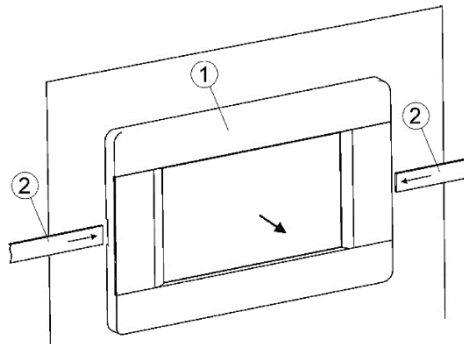

Abbildung 10: Abnehmen des Bedienfelds
Zum Auswechseln der Schalttafel (1) muss die Tafel von der Kesseltürabdeckung entfernt werden, indem geeignete flache Gegenstände (2) in die in Abbildung 10 gezeigten Schlitzte eingeführt werden. Dadurch lösen sich die Blendenanschlüsse und die Blende kann entfernt werden.